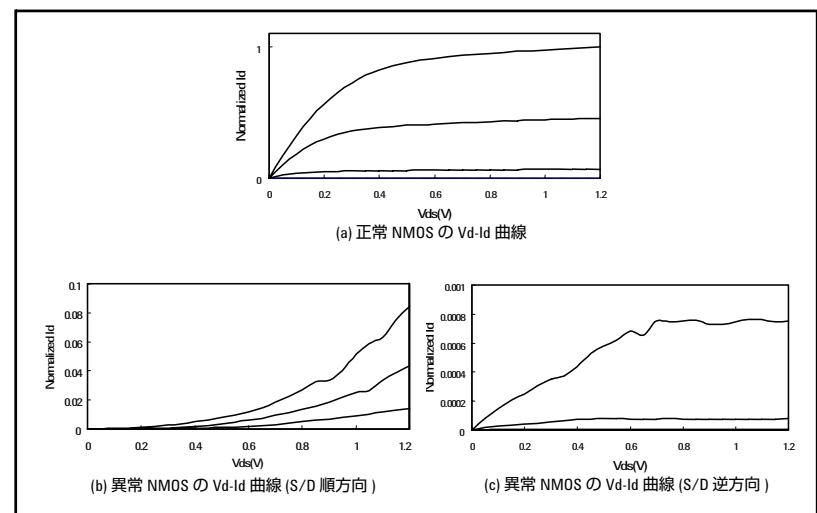

図 3. ドーパントプロファイル不良の故障解析のデータ
さらに詳細な解析を行うために、故障したトランジスタのソース (S) とドレイン (D) の役割を交換して、測定します。図 3(a) は正常なトランジスタの特性、図